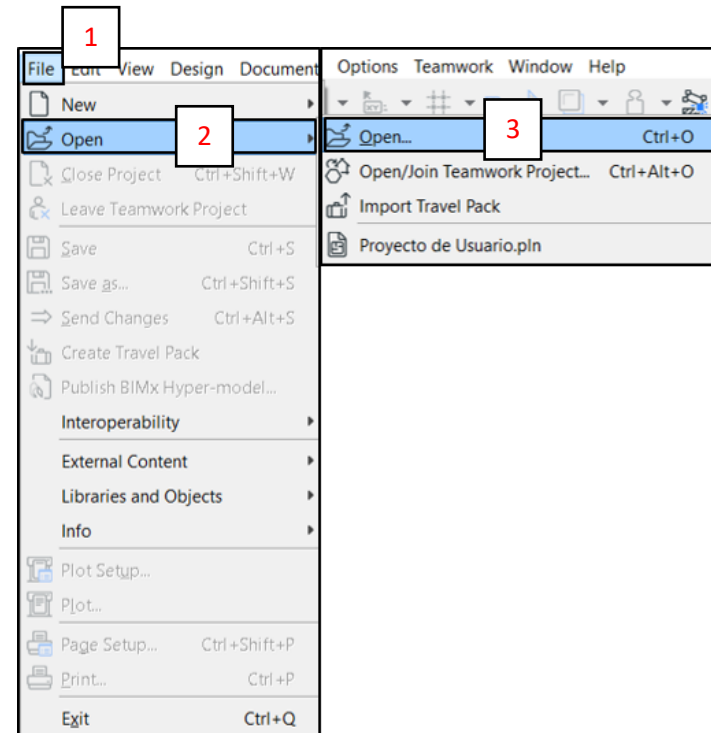

Fig. 6
- A. Ir a la *Barra de Menús File* (1) > **Open** (2) > **Open** (3) y abrir el Proyecto de Usuario. (Fig. 6)